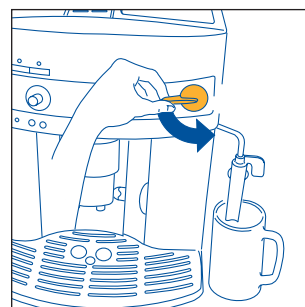
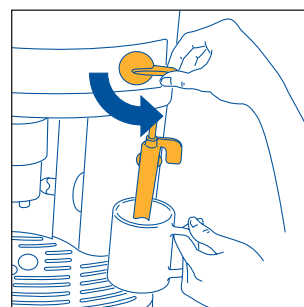
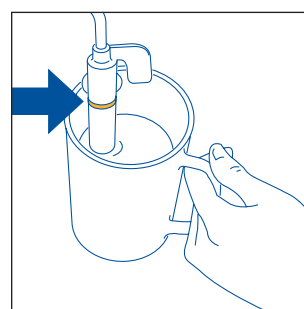

Fig.5
Fig.23
Fig.24
3. **MED ÉN GANG ETTERPÅ, INNEN 30 SEKUNDER**, vri dampbryteren mot urviserne helt til den stanser (fig. 5) (det er helt vanlig at maskinen bråker når du gjør dette).
- Vri dampbryteren en halv gang mot urviserne helt til den stanser (fig. 5): Det vil nå komme varmt vann ut av cappuccinomaskinen som samles opp i beholderen under.
- **Med én gang etterpå og innen maks. to minutter** (ellers går maskinen automatisk tilbake til kaffefunksjonen), senk cappuccinomaskinen ned i melkebeholderen (fig 23). Pass på ikke å dyppe avlesningslinjen på selve cappuccinomaskinen (angitt av pila i fig. 24 ned i melken. Vri dampbryteren en halv gang mot urviserne helt til den stanser (fig. 5). (Pass på at du ikke brenner deg). Det kommer nå damp ut fra cappuccinomaskinen som gir melken et kremaktig utseende og gjør den større i volum. For å få mer kremaktig skum, senk cappuccinomaskinen ned i melken og la beholderen dreie med sakte bevegelser nedenufra og oppover (det anbefales å ikke bruke dampfunksjonen i mer enn 2 minutter om gangen).
- Slipp ut litt damp i noen sekunder ved å vri dampbryteren mot urviseren helt til den stanser (fig. 5). Når du gjør dette vil røret